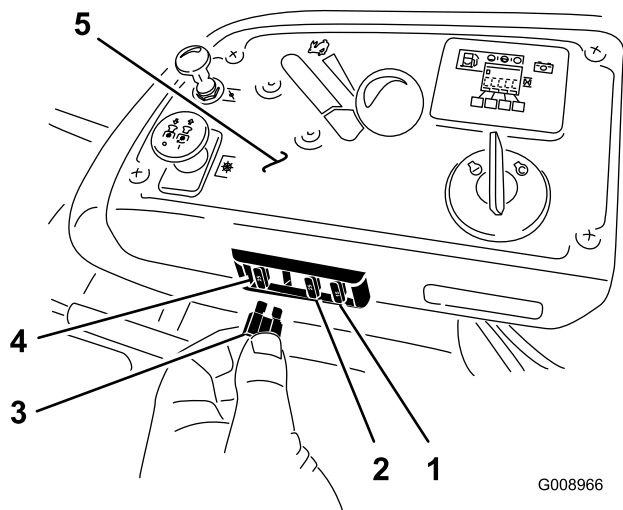

Figure 57
1. Les fusibles sont situés sur la console droite, près du siège (Figure 57).
3. Remplacez le fusible (Figure 57).